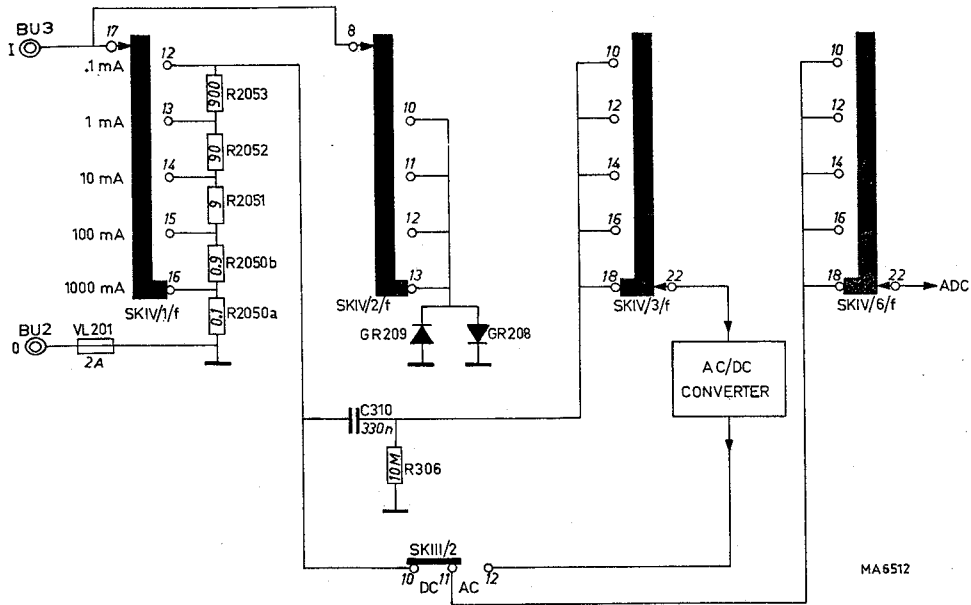

Abb. 15. Gleich- und Wechselstromschaltung
3. Gleich- und Wechselstromschaltung (Abb. 15)